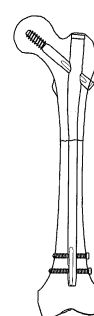

図13
- 4) 170mm ネイルの手技に従いスクリーンを挿入し、エンドキャップを装着して、インプラントの状態を正面像及び軸射/側面像で確認し、縫合して終了します。(図13)